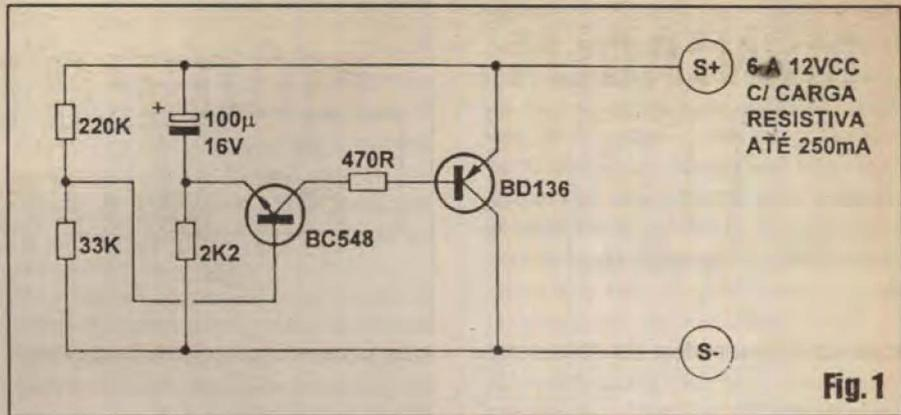

Fig. 1
Já foi explicado (na abordagem do funcionamento do circuito - texto referente ao *esquema*, FIG. 1...) como modificar a sensibilidade e a temporização do circuito, na medidas das conveniências, intenções e necessidades práticas e aplicativas... Aproveitamos, contudo, para lembrar que eventuais cabagens *muito* longas até o(s) sensor(es) de toque ou de qualquer outro tipo (desde que N.A.) poderão induzir a captação de
A temporização poderá tornar-se continuamente ajustável, pela substituição do resistor fixo original de 330K por um conjunto/série formado por um resistor e um potenciômetro ou *trim-pot*, cujos valores individuais e somados devem estar submetidos aos limites já mencionados no texto referente à FIG. 1...
- **FIG. 1 - DIAGRAMA ESQUEMÁTICO DO CIRCUITO** - Osciladores eletrônicos nas suas mais diversas organizações circuitais, já devem ser amplamente conhecidos dos caros leitores/hobbystas... Entretanto, a proposta de *instalação* do **MUI** exigia que ele pudesse ser intercalado, simplesmente, *entre* a carga e sua alimentação natural, numa configuração *em série* muito pouco usual... Isso nos levou - inevitavelmente - a um projeto também pouco comum, ainda que